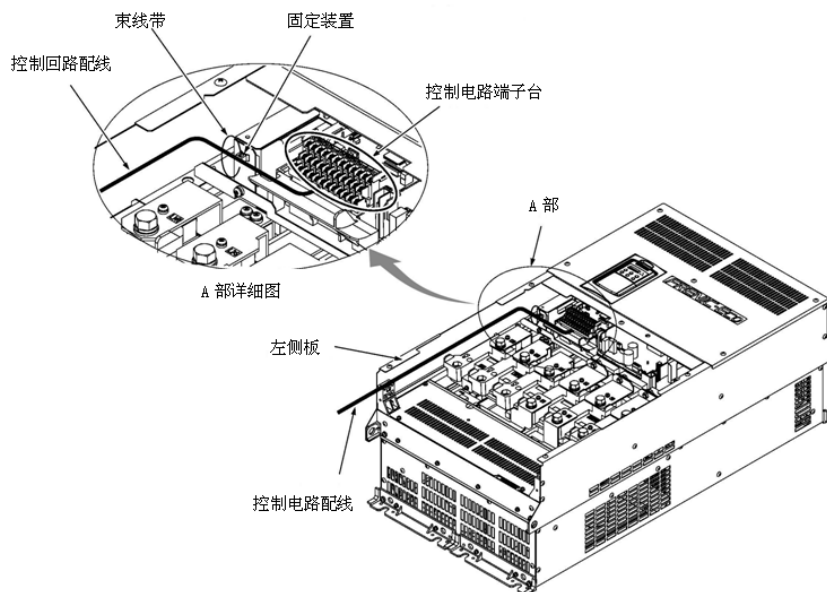

图 2.24 控制电路配线方法和固定位置
- ① 如图 2.24 所示沿着变频器的左侧板取出电缆。
- ② 配线时，请用束线带按图所示紧固的方法进行固定。由于要通过 3.8×1.5 的孔，所以使用的束线带的宽度和厚度分别在 3.8mm 和 1.5mm 以下。